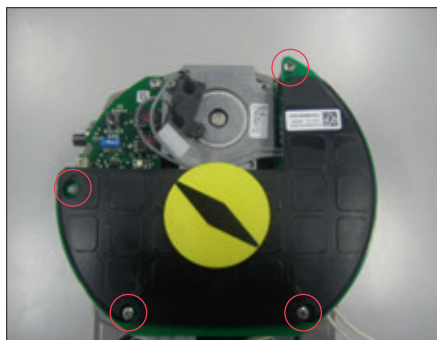

Abb. 31
- Platzieren Sie die OM13-Karte auf den Distanzstücken und ziehen Sie die 3 Schrauben fest (Abbildung 31).